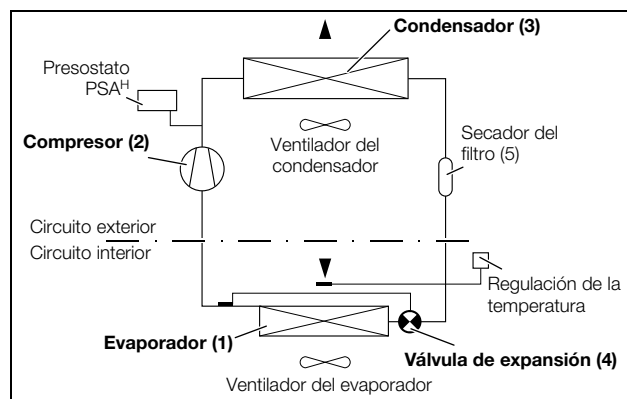

Imagen 2: Circuito de refrigeración
El refrigerador (instalación frigorífica de compresión) consta de cuatro componentes básicos (ver imagen 2): Evaporador (1), compresor del medio refrigerante (2), condensador (3), así como válvula de regulación o de expansión (4), unidos entre sí por medio de tuberías. Este circuito contiene un agente ligeramente hirviendo, el fluido frigorífico. El medio refrigerante R134a (CH_2FCF_3) está exento de cloro. Su capacidad de destrucción del ozono (OZP) es 0.